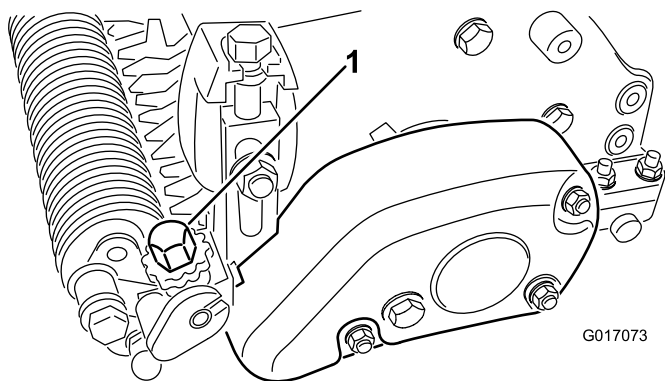

図 22
5. シャフトの一端部で、ブレードの一番低い切っ先と床との距離を測る。グルーマ高さ調整ノブ 図 22 を使って、グルーマの刃の高さを希望の高さに調整する。調整ノブを一目盛り変えるごとに約 0.08mm の上下調整ができる。